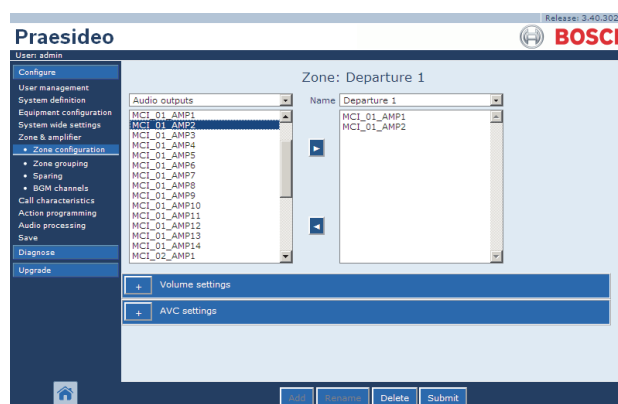

figura 46.3: Adicionar uma zona, passo 1
- 1 Vá para *Configure > Zone & amplifier > Zone configuration*. Aparece um ecrã semelhante ao da figura 46.3 na moldura principal da interface da Web.